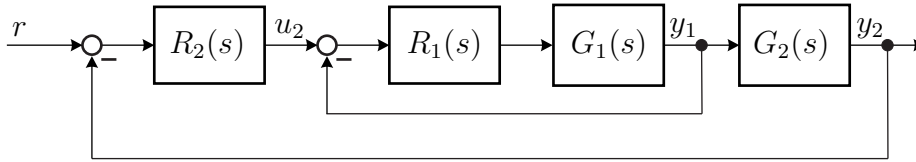

Abbildung 2: Strukturschaltbild des Regelkreises.
2. Gegeben ist der in Abbildung 2 dargestellte Regelkreis mit